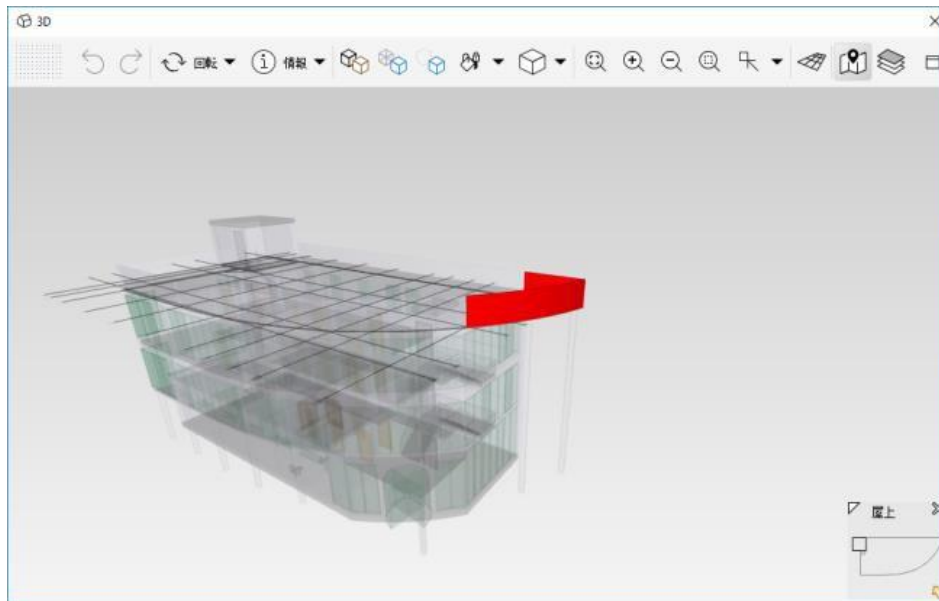

図 54. 透過表示
- ⑨ 異なったビューで結果を可視化してみましょう。
- ⑩ 案件またはカテゴリーのいずれかを選択し、結果ビューツールバーから「未選択コンポーネントを透過表示」をクリックします。これで選択された案件のコンポーネントがハイライトされました。(図 54 を参照)